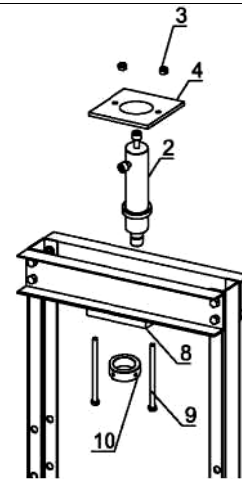

Рис. 1-4
5. Присоедините верхнюю пластину цилиндра (4) и опорную пластину цилиндра (8) с помощью болтов (9) и гаек (3). Прикрепите раму (2) с помощью большой гайки рамы (10). См. рис. 1-4.